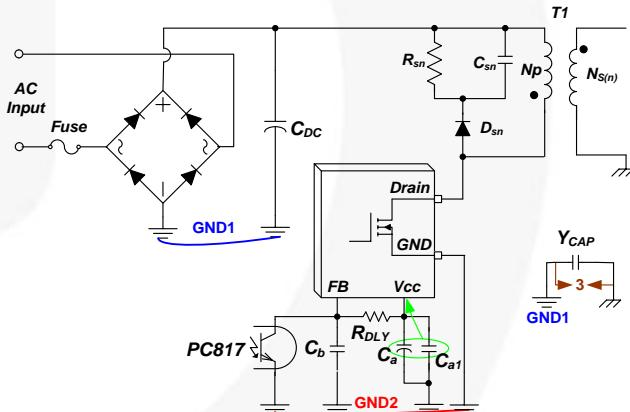

図 41. レイアウトの検討
優れた EMI 特性を確保し、ライン周波数のリップル成分を抑制するため、ブリッジ整流回路の出力は、最初にコンデンサー C_{DC} に接続し、次にスイッチング回路に接続します。図 41 を参照してください。
- 3 の位置に先端放電経路を設けて静電気エネルギーを迂回させます。図 41 に示すような放電経路が推奨されます。